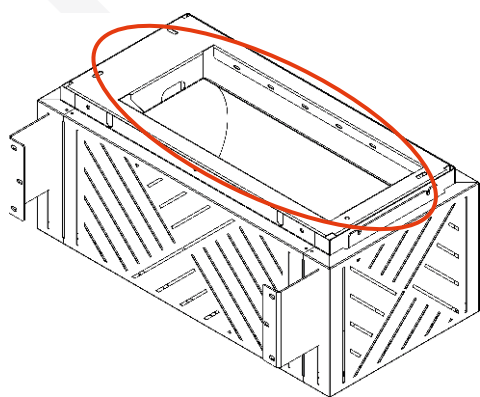

Рис. 5
- 3 ревизию и чистку бака устройства можно произвести не разбирая, само устройство, через ревизионное окно в верхней части устройства (рис.5).